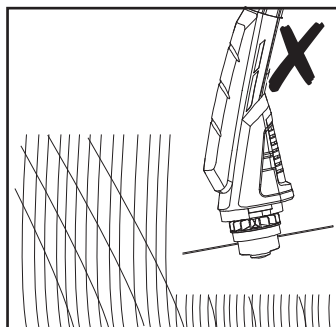
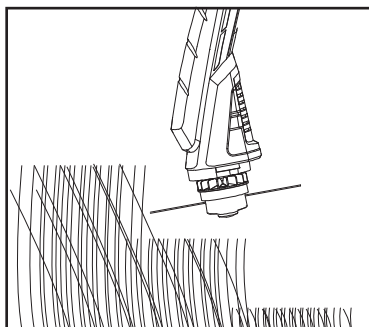

Fig. 10
Fig. 11
6. Asegúrese de que el dispositivo de corte no presenta partículas externas que puedan provocar un atasco. Compruebe esto cada cierto tiempo. Suelte el interruptor de encendido/apagado (2) y desconecte el producto de la fuente de alimentación antes de realizar cualquier comprobación.
7. Corte la hierba más larga por fases; no la corte de una sola pasada (Fig. 10). Para obtener los mejores resultados, corte la hierba más larga por pasos (Fig. 11).